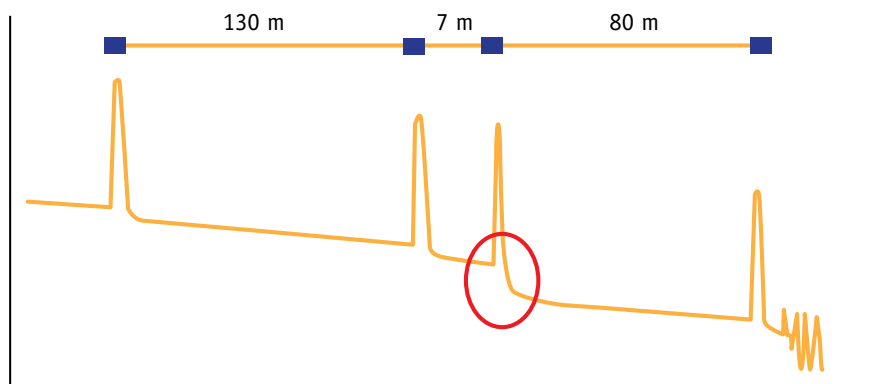

Figura 4 – Exemplo de trace do OTDR com perda elevada em um conector a 137 m
- **Trace do OTDR.** O OTDR plota refletância e perda ao longo do tempo, com um “traço” gráfico da fibra. Técnicos experientes podem “ler o traço” e explicá-lo. Na Figura 4, por exemplo, um olho experiente é capaz de perceber que um dos lados de uma conexão cruzada está exibindo uma perda excessiva.